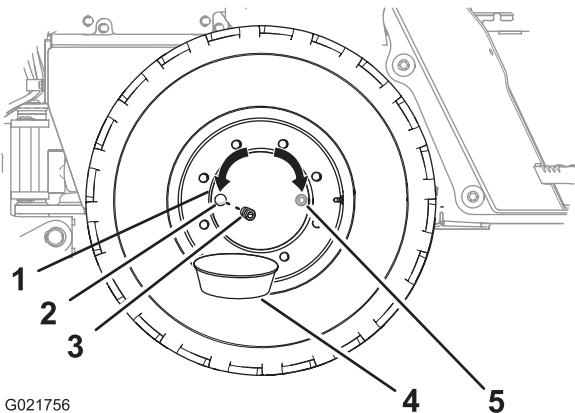

Figure 84
2. Faites avancer ou reculer la machine jusqu'à ce que le bouchon du moyeu de roue soit à la position 3 heures ou 9 heures (Figure 84).
4. Placez un bac de vidange sous l'orifice de vidange du moyeu de roue (**Figure 84**).
5. Retirez le bouchon du moyeu de roue (**Figure 84**).
6. Vérifiez que le niveau d'huile atteint le bas des filets de l'orifice d'huile (**Figure 84**).
8. Remettez le bouchon dans l'orifice d'huile du moyeu de roue (**Figure 84**).